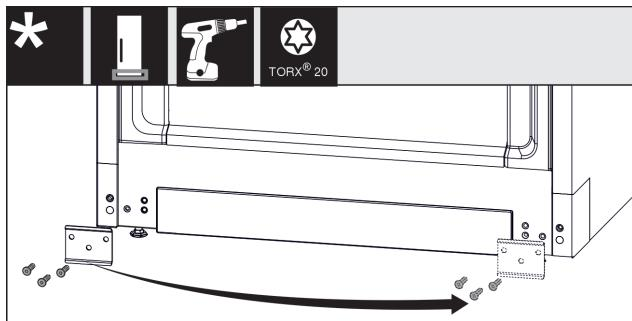

Fig. 15
- ▶ 拧下金属板，将其移到另一侧，然后重新拧紧。Fig. 15 (1)